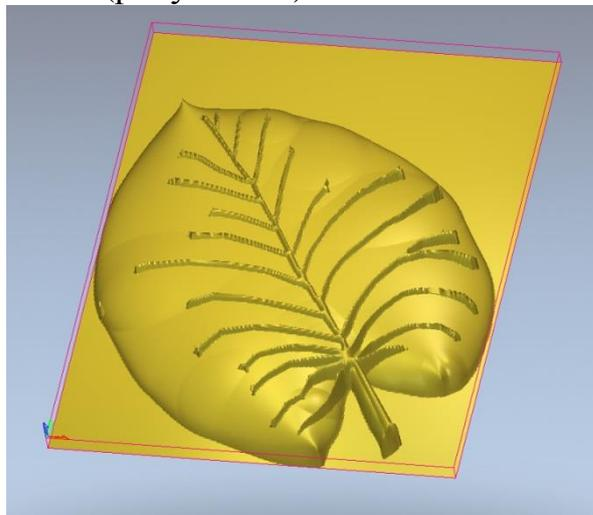

Рисунок 28
11. Готовые прожилки листа (рисунок 28)